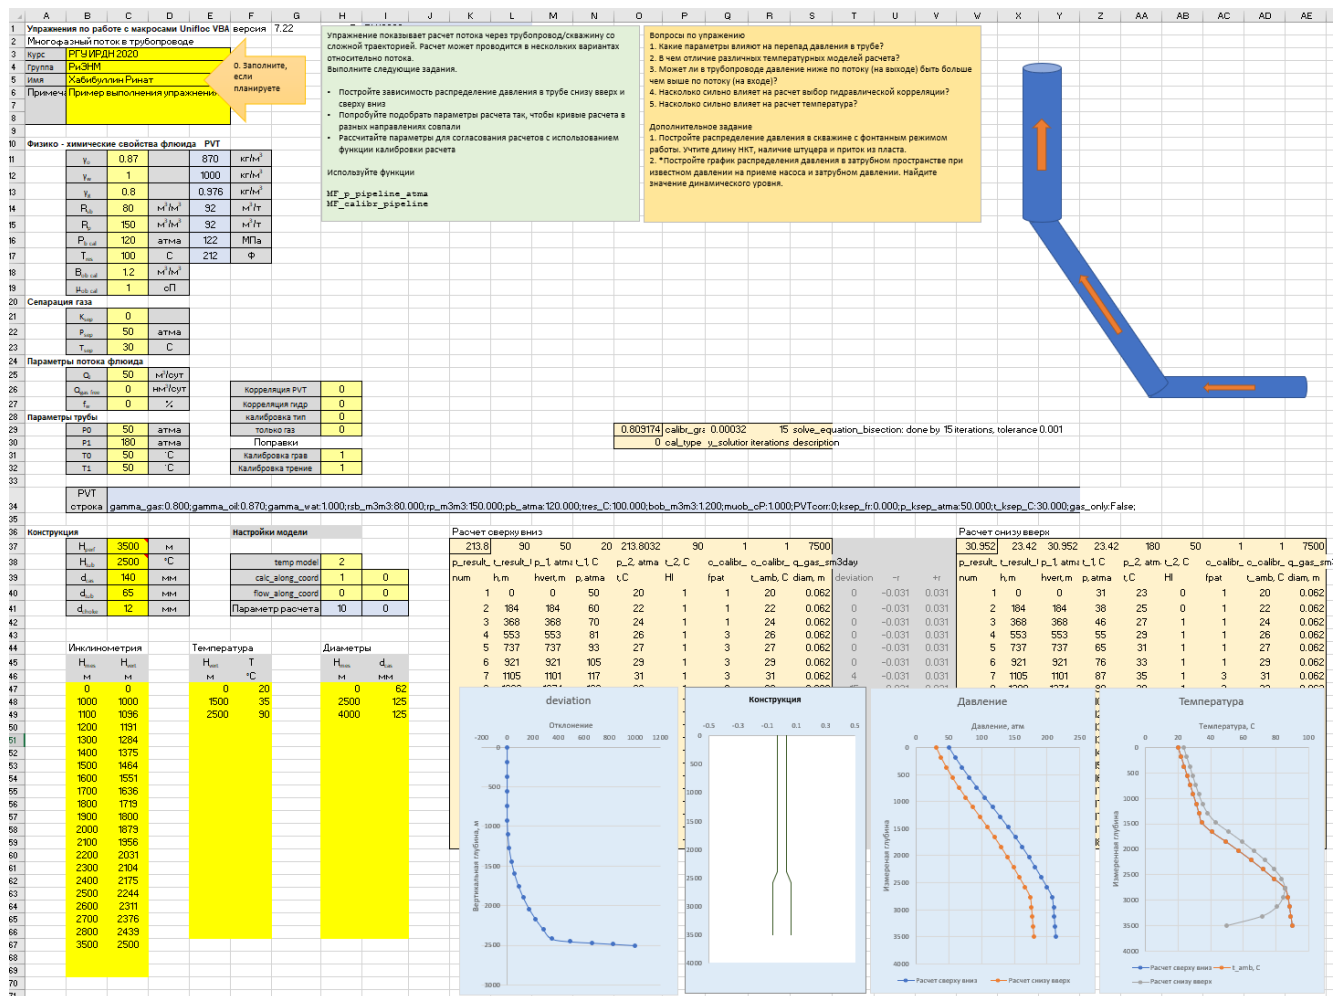

Рис. 1.11 — Упражнение ex051.MF_pipeline.xlsm со всеми заполненными полями
1. Откройте файл с упражнением ex050.MF_pipe.xlsm (смотри рис.1.11).